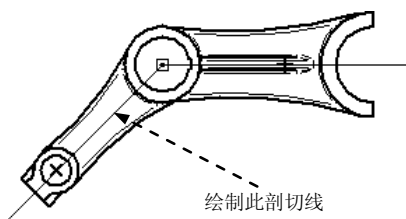

图 4.7.19 绘制剖切线
(1) 创建切割平面。选择 主页 选项卡 图纸视图 区域中的  切割平面 命令,系统弹出“切割平面”命令条。
(2) 单击图形区的图纸视图,此时系统进入“切割平面线”绘制环境,采用默认的直线工具绘制图 4.7.19 所示的直线作为剖切线。然后单击“关闭切割平面”按钮  返回到工程图环境。